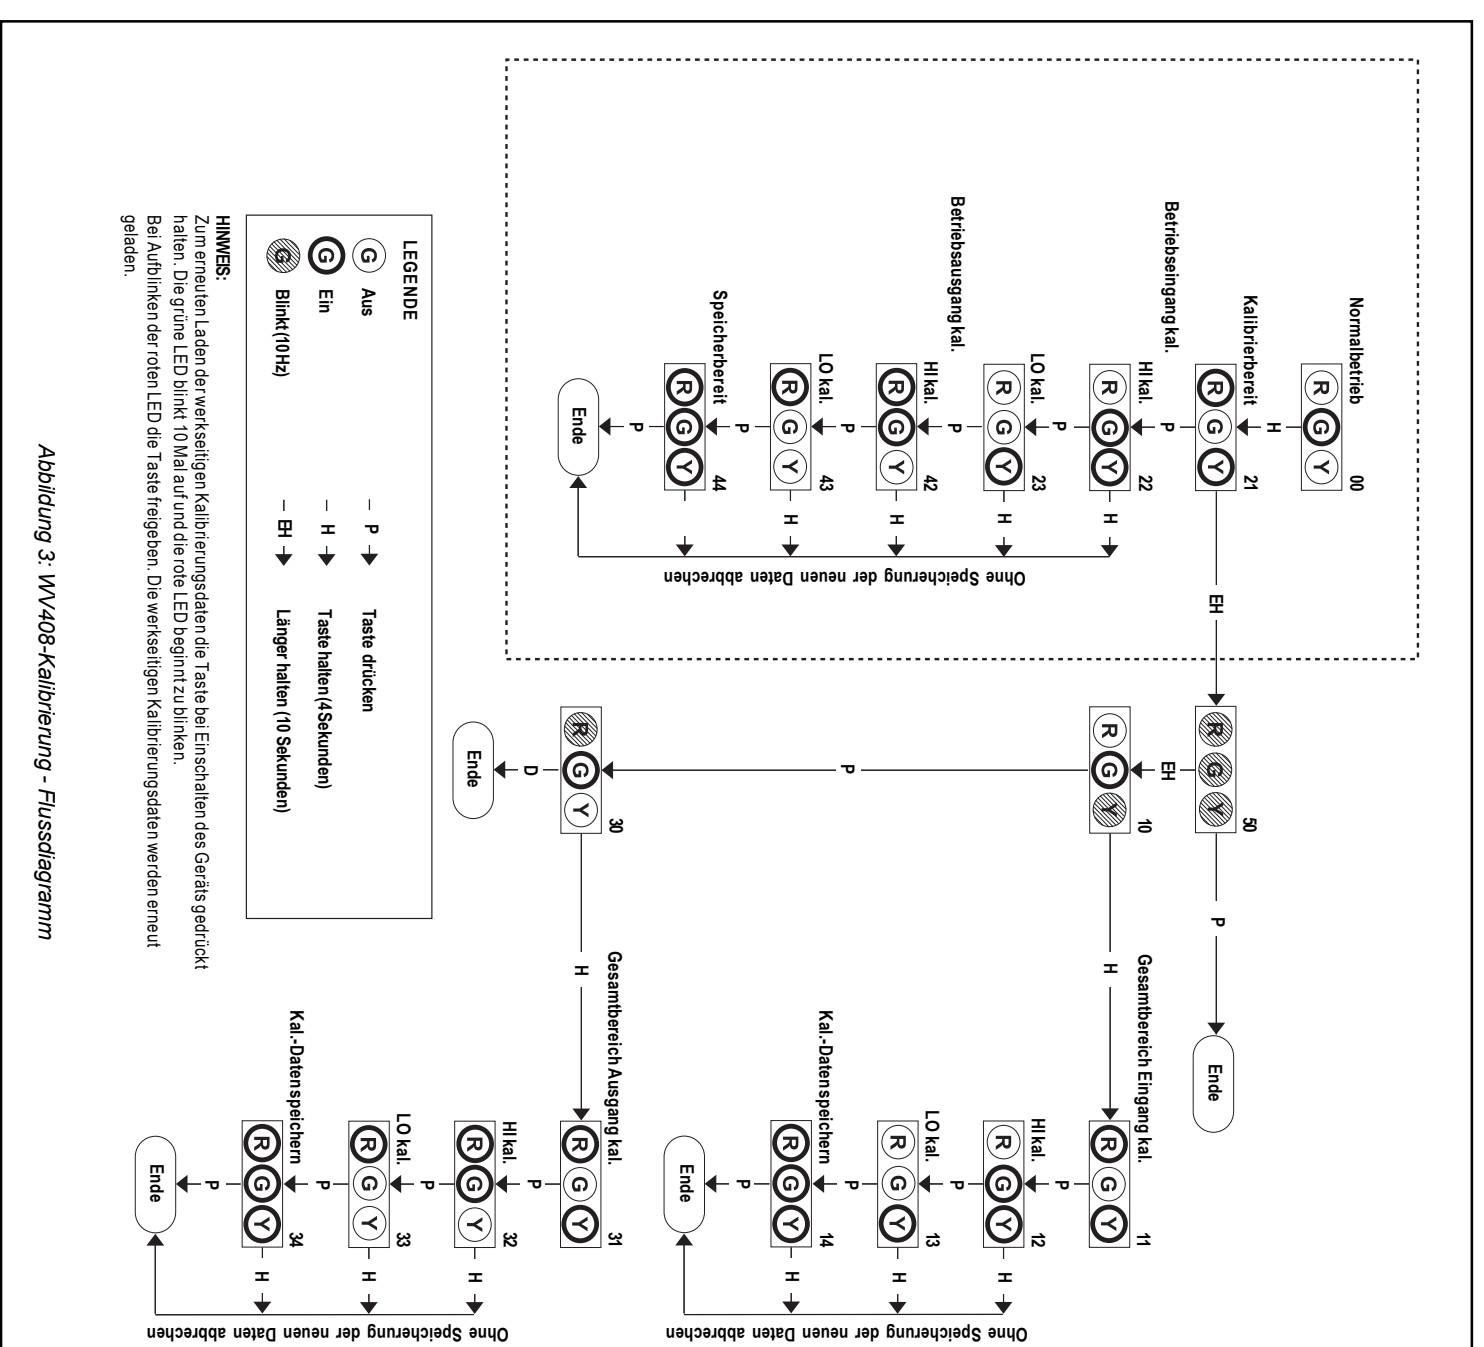

Abbildung 3: WV408-Kalibrierung - Flussdiagramm
1. Den Eingang mit einer kalibrierten Gleichstromquelle und den Ausgang mit einem Spannungs- oder Strommesser verbinden. Strom anlegen und warten, bis das System thermisches Gleichgewicht erreicht hat. Siehe Abbildung 3 für ein detailliertes Flussdiagramm des Verfahrens. Im gestrichelt umrandeten Kasten sind alle Schritte aufgeführt, die der Benutzer zum Kalibrieren des Betriebsausgangs und -eingangs vollziehen muss.